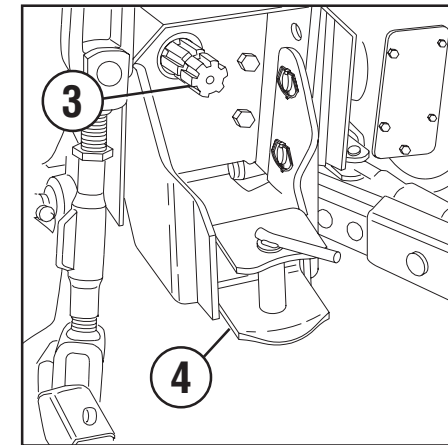
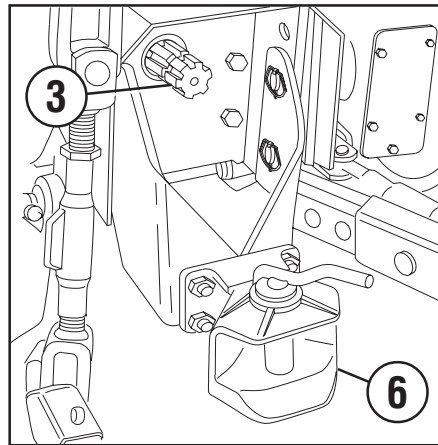

Abb. 5
Abb. 7
- Hinten gibt es für das Schleppen der Anhänger und Ausrüstungen einen fixen Zughaken mit höhenverstellbarem Zapfen (4 Abb. 5) oder den CBM-Haken (6 Abb. 7). Letzterer unterscheidet sich vom fixen Haken, weil er um seine Längsachse drehen kann.
- Bei der Verwendung von Hängern sind die entsprechenden Ausrüstungen ausschließlich mit den vorgesehenen Kuppungen (1 Abb. 4, 4 Abb. 5 und 6 Abb. 7) zu verbinden.